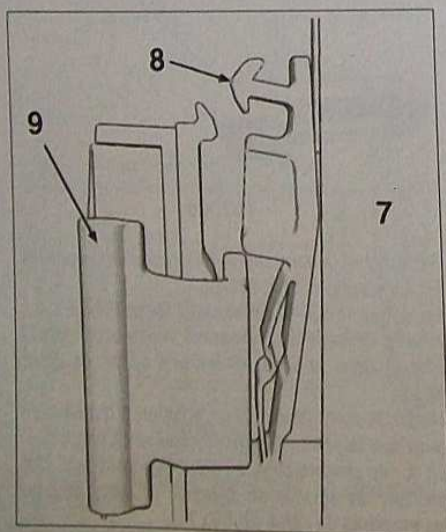

FIG. 70
les embouts de câble (9) (Fig.70).